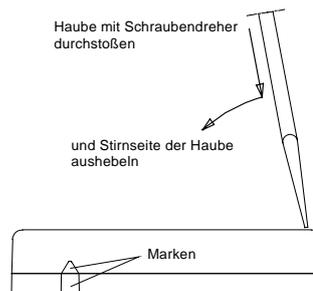

Bild 2
Werden die Gehäusedeckel (Hauben) bei sich deckenden Marken (siehe Bild 2) mit den Böden verrastet, können sie nur noch durch Zerstörung wieder entfernt werden.
- Nach der endgültigen Funktionsprüfung müssen die Deckel so auf die Unterteile aufgesetzt und verrastet werden, dass sich die Marken von Unterteil und Deckel ergänzen (Bild 8). Die Deckel können dann nur noch mit sichtbarer Beschädigung abgenommen werden (siehe auch Bild 2 und den Hinweis Seite 1).